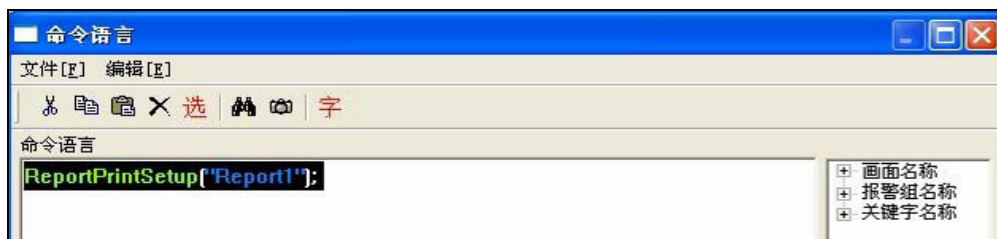

图 5-11 实时数据报表打印预览命令语言
(1) 在“实时数据报表画面”中添加一按钮，按钮文本为：实时数据报表打印预览。
(2) 在按钮的弹起事件中输入如下命令语言，如图 5-11 所示。